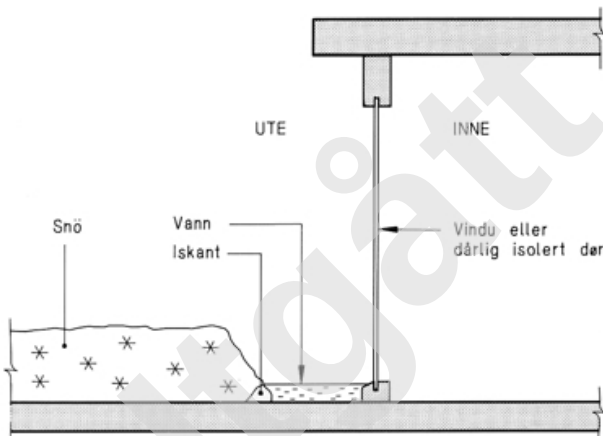

Fig. 227
- 227 **Varmetap fra vegg.** Yttervegg fra leilighet med atkomst til tak/terrasse består ofte av store glasspartier. Varmen innenfra smelter snøen nærmest vegg. I en viss avstand fra vegg danner smeltet snø en iskant, se fig. 227. Mellom iskanten og vegg kan det samle seg mye vann. Vannet kan renne over membranoppkanten ved terskel. Sluket bør alltid plasseres på den varmeste delen av taket, og i dette tilfellet vil det si nær ytterveggen der hvor vannet samles. Det er ikke alltid mulig å plassere sluk slik at vannet dreneres bort med en gang, og alle oppkanter bør derfor ha god høyde for å unngå at oppdemmet vann renner inn.